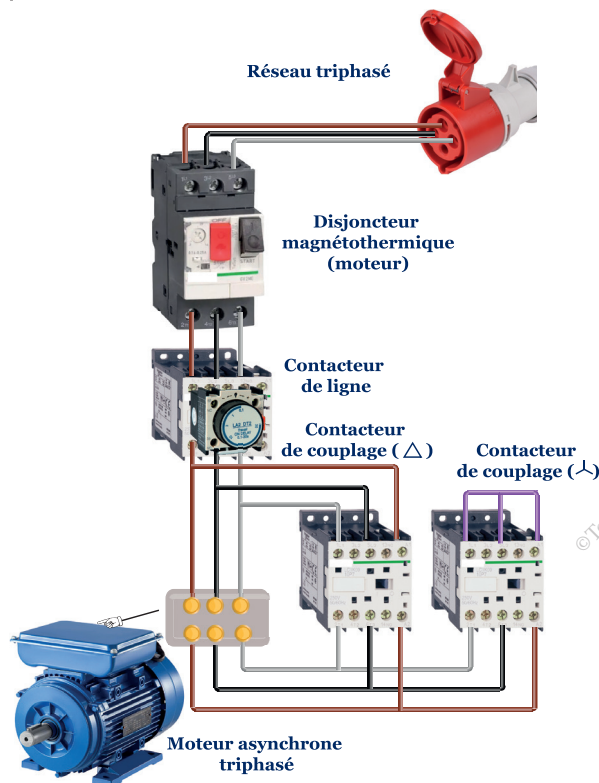

Figure 38
5. Le basculement du couplage étoile au couplage triangle est assuré par deux contacteurs KM2 et KM3 (voir figure 38).